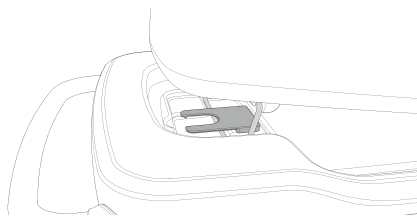

图 5 – 倾斜度操纵杆固定于升高位置
1. 要将婴儿卧篮向上倾斜，握住婴儿卧篮的标志处往上抬，直到倾斜度操纵杆滑入凹槽中(图 5)。